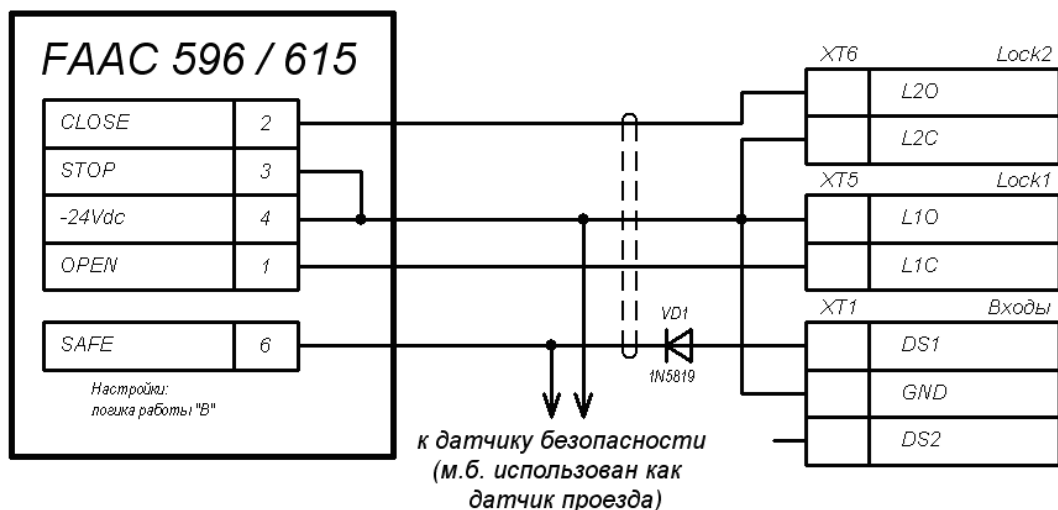

Рисунок 10. Пример схемы подключения шлагбаума FAAC с блоками управления FAAC 596/615 к контроллеру автотранспортной проходной
- Пример схемы подключения шлагбаума FAAC с блоками управления 596/615 BPR представлен на рис. 10.